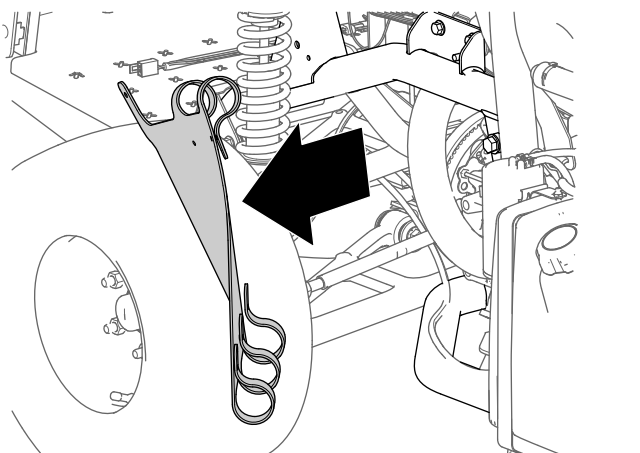

Рисунок 13
5. Снимите внутренний кожух крыла с машины (Рисунок 13).